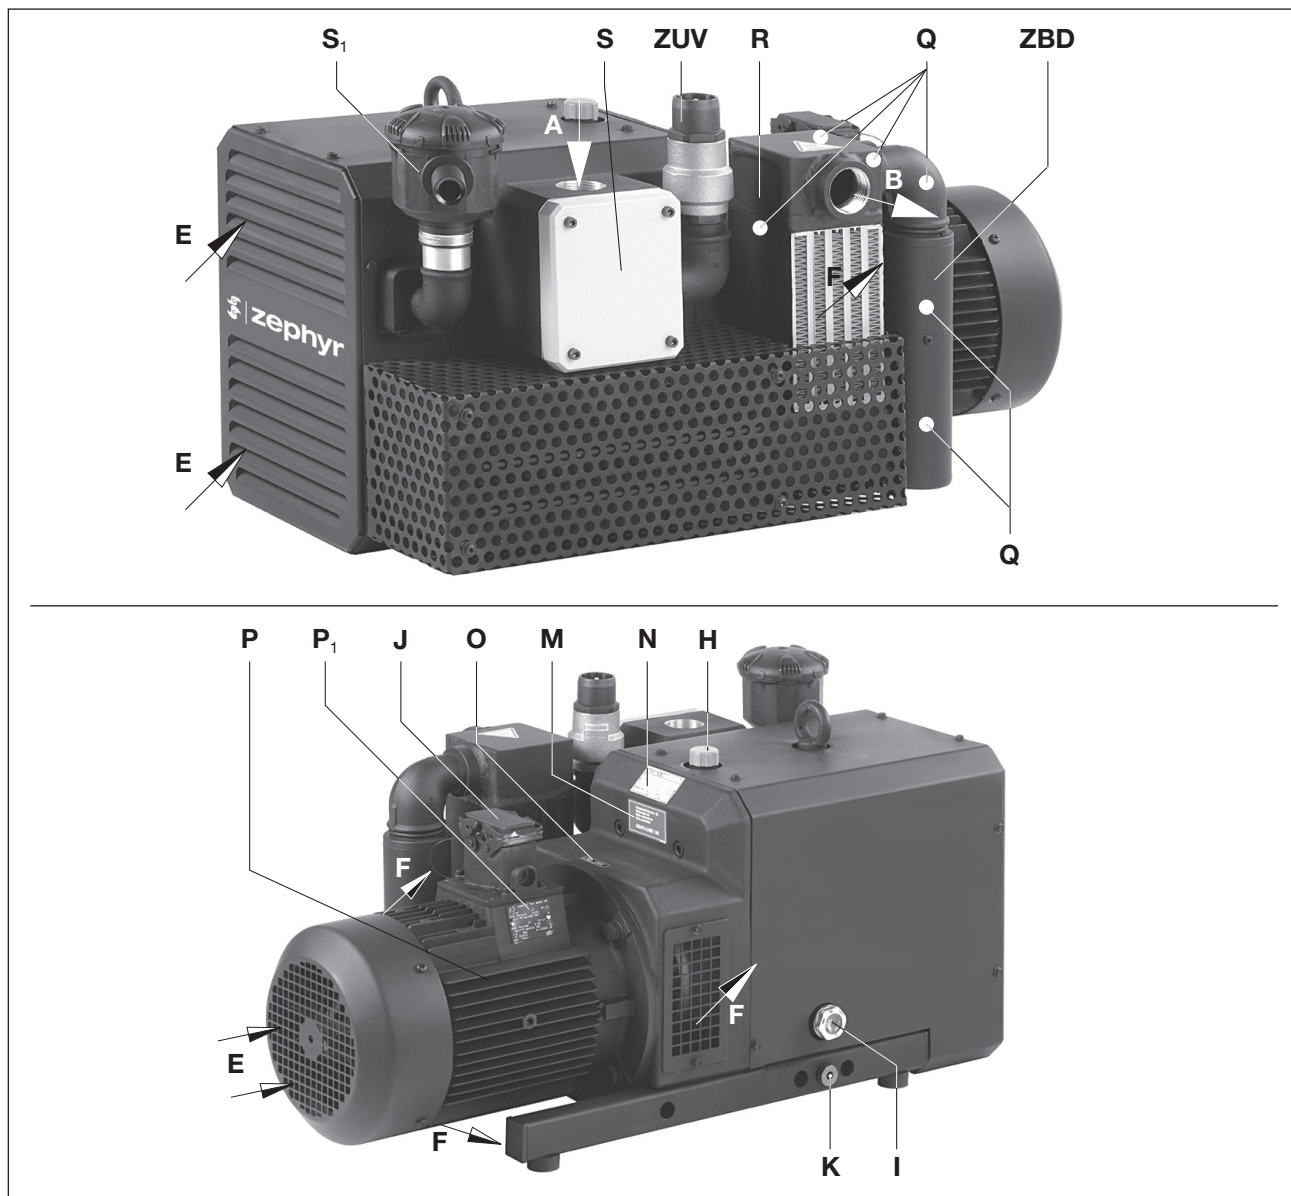

Fig. 2 Bomba de vácuo e pressão C-KLR 80
A ZEPHYR C-KLR é encapsulada por uma capa de redução. Para retirar o calor de compressão, o ar de refrigeração será aspirado com ajuda de um ventilador de tambor que aspira o ar fresco de refrigeração (Fig. 2/E) e sopra para fora o ar aquecido na saída de ar de refrigeração (Fig. 2/F) e aspira através do compressor e da capa. O refrigerador posterior de ar comprimido (Fig. 2/R) providencia uma temperatura baixa de ar de sopra. O accionamento da ZEPHYR C-KLR será feito através de um acoplamento (com peça de elastómero) por motores trifásicos normatizados flangeados. Como protecção contra sobrecarga são instaladas em série válvulas de limitação (Fig. 2/ZUV) e (Fig. 2/ZBD).
As bombas de vácuo e pressão com garras ligadas em movimentos sem contacto C-KLR 80 e C-KLR 140 são adequadas para a geração simultânea de pressão e vácuo. Operação permanente é permitida. O fluxo de volume nominal é de 80 e 140 m³/h em 50 Hz. Os limites de carga no lado de aspiração e pressão (bar) são indicados na placa de tipo (Fig. 2/N). Dependendo do fluxo de volume das sobre pressões indica a Folha de Dados D 883.
Ponto de enchimento de óleo (Fig. 2/H), visores de nível de óleo (Fig. 2/I) e pontos de escoamento de óleo (Fig. 2/K) devem ser de fácil acesso.
As entradas de ar de refrigeração (Fig. 2/E) e as saídas de ar de refrigeração (Fig. 2/F) devem ter uma distância mínima de 20 cm para as paredes vizinhas. Ar de refrigeração saindo não pode ser novamente aspirado. Para trabalhos de manutenção deve ser prevista na frente dos filtros de aspiração (Fig. 2/S, 2/S₁) uma distância mínima de 40 cm.
- a) Conexão de vácuo em (Fig. 2/A) e conexão de pressão em (Fig. 2/B).
Como protecção contra sobrecarga são instaladas em série válvulas de limitação (Fig. 2/ZUV) e (Fig. 2/ZBD).
- a) O óleo de lubrificação (tipos adequados vide „Manutenção“) para as rodas dentadas e mancais encher no ponto de enchimento de óleo (Fig. 2H) até o centro dos visores de nível (Fig. 2/I).
- a) Os dados do motor eléctrico constam na Placa de Dados (Fig. 2/N) e/ou na Placa de Dados do motor (Fig. 2/P₁). Os motores estão em concordância com a DIN EN 60034 e são executados em sua classe de protecção IP55 e a classe de isolamento F. O respectivo esquema de conexão encontra-se na caixa de conexão do motor (suspensão na versão com conexão de ficha). Os dados do motor devem ser comparados com os dados da rede eléctrica existente (tipo de corrente, tensão, frequência de rede, força de corrente permitida).
- b) Conectar o motor através de uma conexão de ficha (Fig. 2/J) e/ou um disjuntor de protecção do motor (para a protecção deve ser previsto um disjuntor de protecção do motor e para absorção de tracção do cabo de conexão uma prensa cabo).
Em estado operacionalmente quente as temperaturas de superfície nos componentes (Fig. 2/Q) podem estar acima de 70 °C.
- ▷ A direcção de rotação prevista do eixo de accionamento é marcada através da seta de direcção da rotação (Fig. 2/O) sobre o flange do motor.